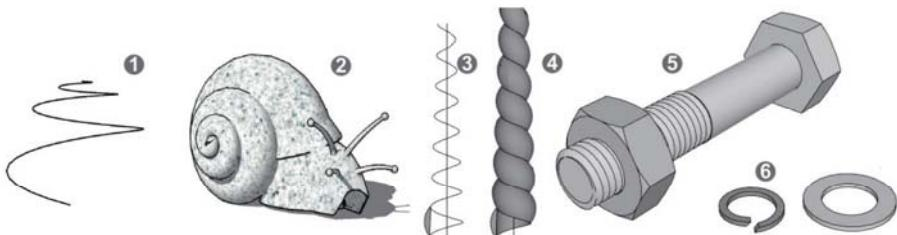

图 1.4.9 螺旋成形
工成形。图 1.4.9 ①所示为“宝塔螺旋线”，图 1.4.9 ②所示为以图 1.4.9 ①的螺旋线为基础创建的蜗牛，图 1.4.9 ③也是“宝塔螺旋线”，图 1.4.9 ④所示为以图 1.4.9 ③为基础创建的螺旋体，图 1.4.9 ⑤所示为用多圈螺旋线创建的螺栓，图 1.4.9 ⑥所示为用单圈螺旋线创建的弹簧垫圈。